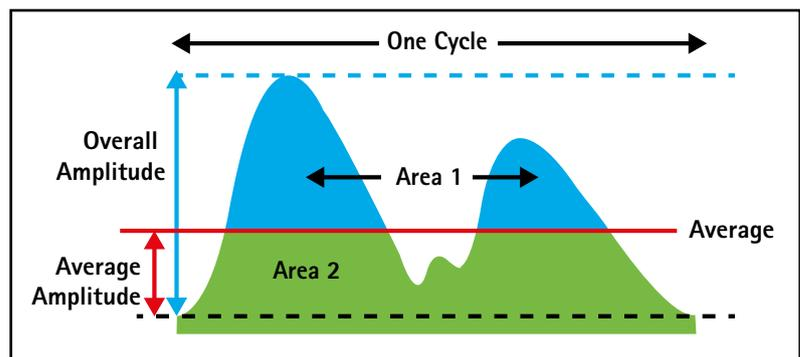

Abb. 36: Berechnung des Flickerindex = $\text{Oberfläche 1} / (\text{Oberfläche 1} + \text{Oberfläche 2})$
- Für die Lichtquelle in Abbildung 36 gilt RG 1/RG 2 mit einem Grenzabstand von x cm. Dies bedeutet, dass die Lichtquelle bei Sichtabständen kleiner als x cm zu RG 2 gehört.